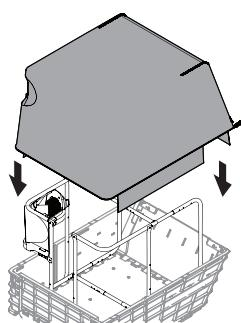

Figure 13
5. Enfilez le sac de toile sur le cadre (764-05215). Prenez soin de bien positionner le sac autour de l'adaptateur et de la grille d'aération. Voir Figure 13.